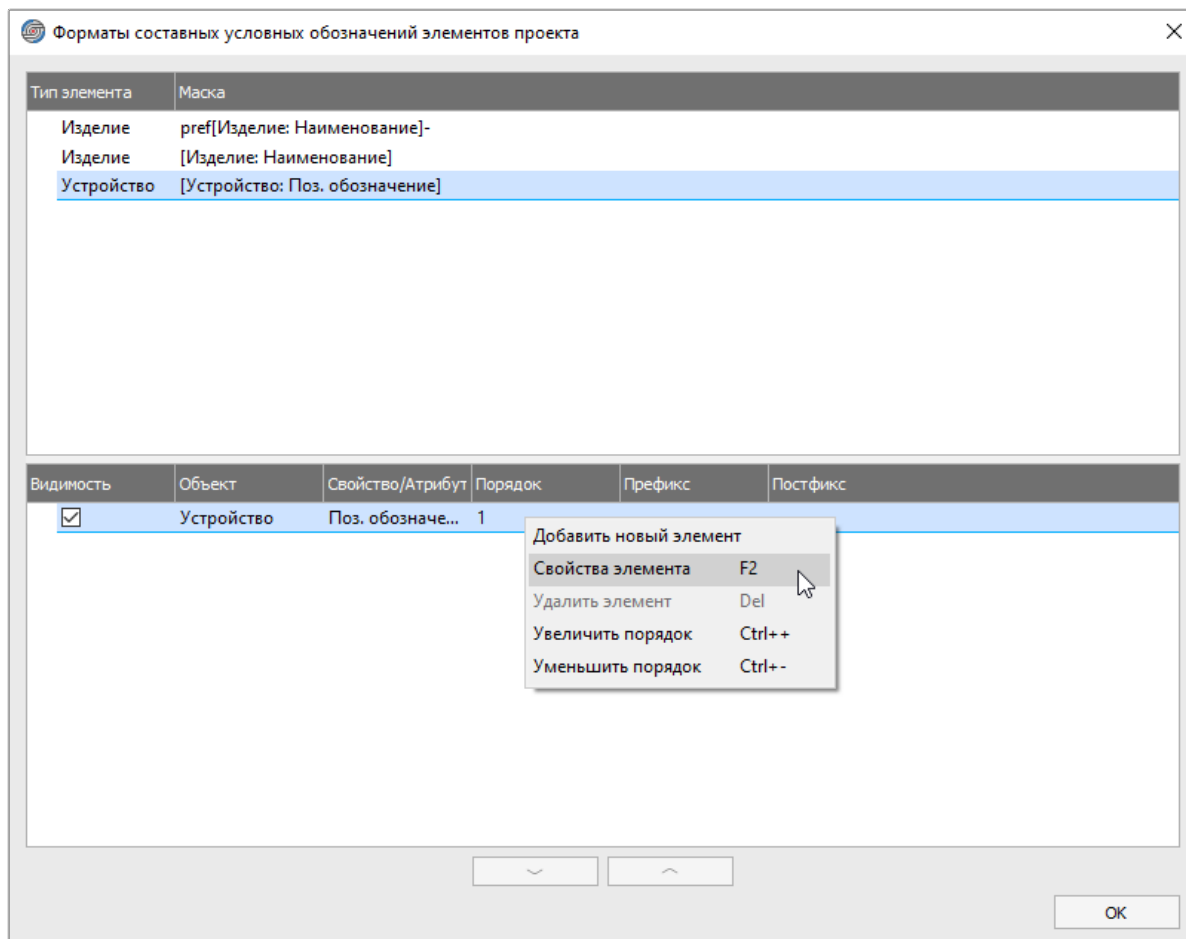

Рисунок 113. Контекстное меню элемента маски составного условного обозначения
- 2) В верхней части окна «Форматы составных условных обозначений элементов проекта» выбрать необходимую строку, затем в нижней части окна щелкнуть правой кнопкой мыши на элементе маски в открывшемся контекстном меню (см. рисунок 113) выбрать пункт «Свойства элемента» (либо нажать клавишу **F2**).